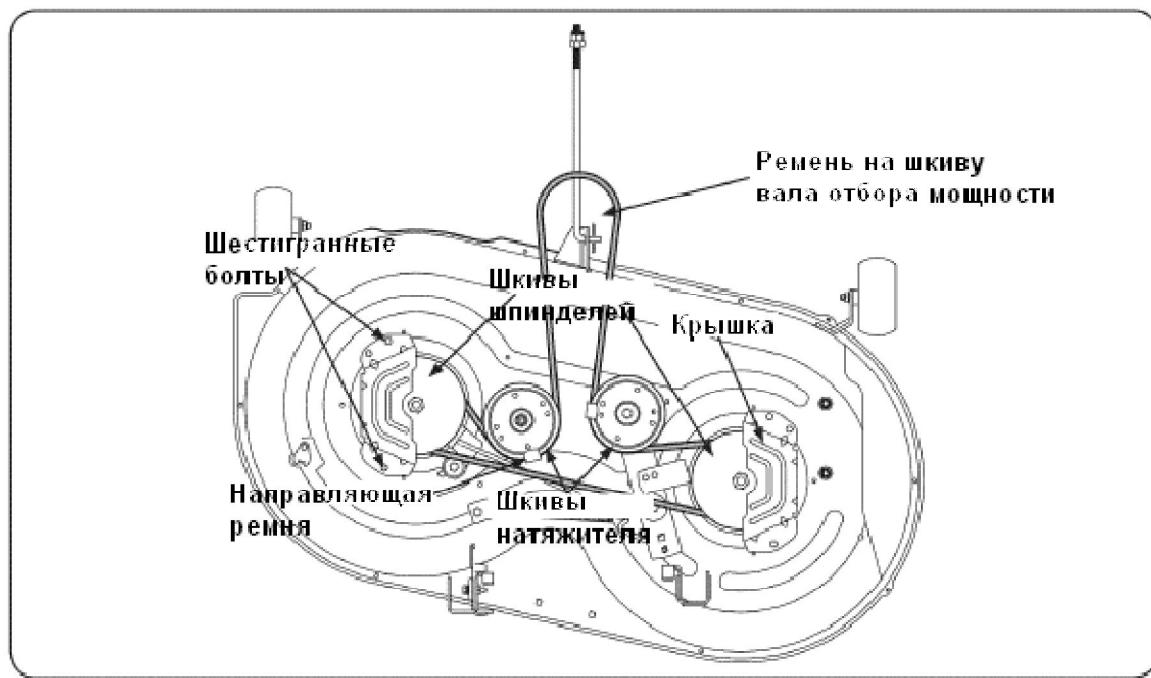

Рис. 23
2. Снимите крышку ремня со шкива шпинделя, выкрутив болты с шестигранной головкой, которые крепят ее к деке . См. Рис. 23.
4. Осторожно снимите ремень с двух шкивов шпинделей и двух натяжных шкивов деки, См. Рис. 23.
5. Расположите новый ремень на двух внешних шкивах шпинделей, как показано на Рис. 23.
9. Переустановите деку, убедившись в том, что ремень сохраняет свое положение по всем шкивам, как показано на Рис. 23